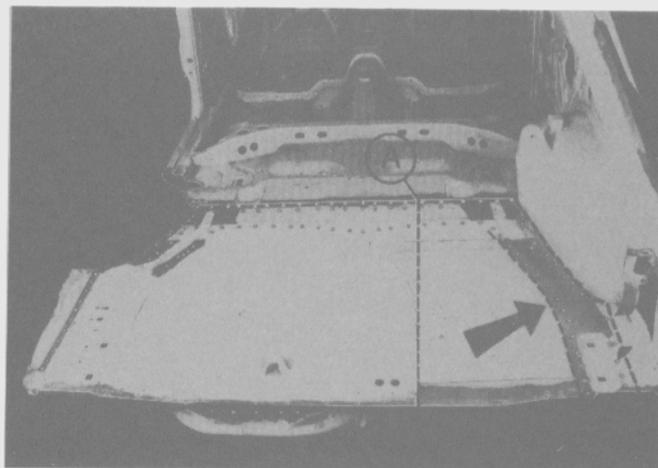
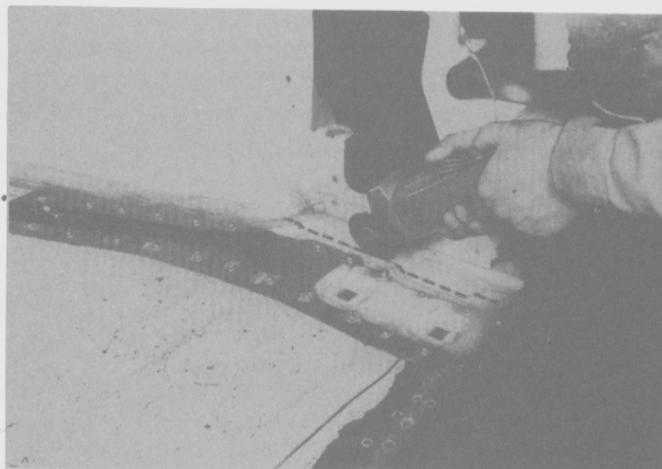

Fig. 292
Fig. 293
- Marcar la línea de corte en el panel del piso del baúl (Fig. 292).
- Retirar la felpa antirruído de la zona soldada por puntos utilizando una herramienta adecuada (Fig. 292).
- Perforar los puntos de soldadura en la unión con el panel del piso delantero, los largueros y el travesaño trasero (Fig. 292). Cortar luego el panel a lo largo de la línea (Fig. 293).